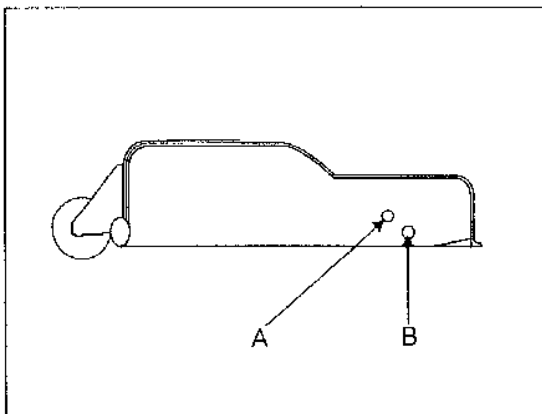

Figure 16
In some cases the Mower may scalp while cutting grass on rough ground at low cutting height. The anti-scalp rollers are adjustable. Set them at high position (A), when now less than cutting height (51 mm), and at low position (B) over cutting height (51 mm), Figure 16.
Dans certains cas, la tondeuse risque d'arracher les touffes d'herbe si elle est utilisée sur un sol irrégulier avec un réglage de coupe bas. Des roulettes anti-tonte sont réglables à cet effet. Les régler sur la position haute (A) pour travailler à une hauteur de coupe basse (moins de 51 mm) et sur la position basse (B) pour travailler à une hauteur de coupe haute (plus de 51 mm), Figure 16.